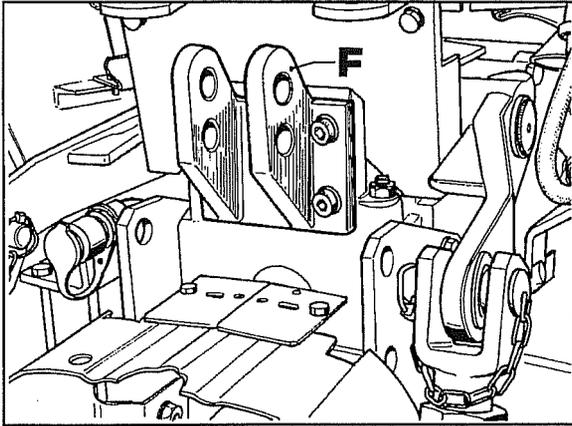

Abb. 7
3. Um Zugriff zu diesem Schalter zu erhalten, den oberen Lenker Punkt **F** Abb. 7 abnehmen.